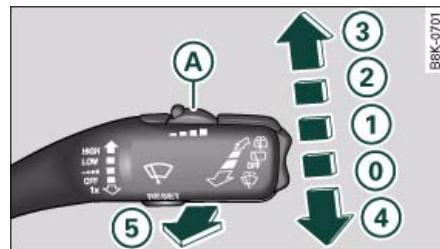

Fig. 51 Palanca del limpiaparabrisas
- Desactive el limpiaparabrisas (posición 0 ⇒ página 54, fig. 51).